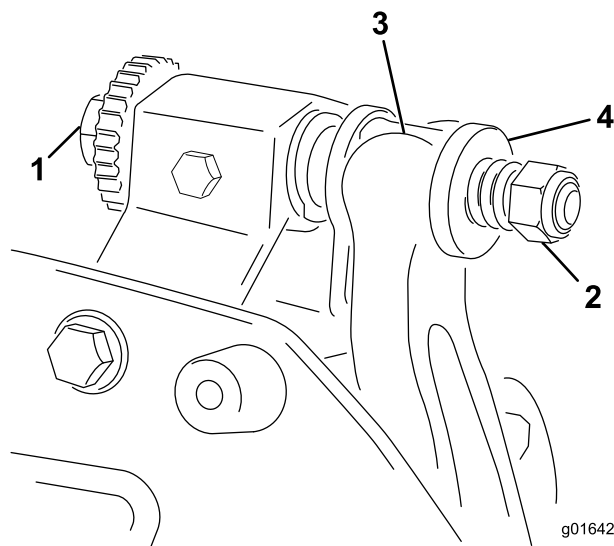

Figura 13
1. Rode o parafuso de ajuste da barra de apoio no sentido contrário ao dos ponteiros do relógio, para afastar lâmina de corte do cilindro (Figura 13).
2. Faça recuar a porca da mola tensora até que a anilha deixe de estar sob tensão contra a barra de apoio (Figura 13).
1. Instale o conjunto da barra de apoio/lâmina de corte, posicionando as aletas de montagem entre as anilhas e o parafuso de ajuste da barra de apoio (Figura 13).